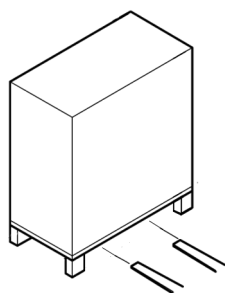

Рис. 1: Перемещение при помощи вилочного автопогрузчика
1. Подвести вилочный захват автопогрузчика, как показано на Рис. 1.